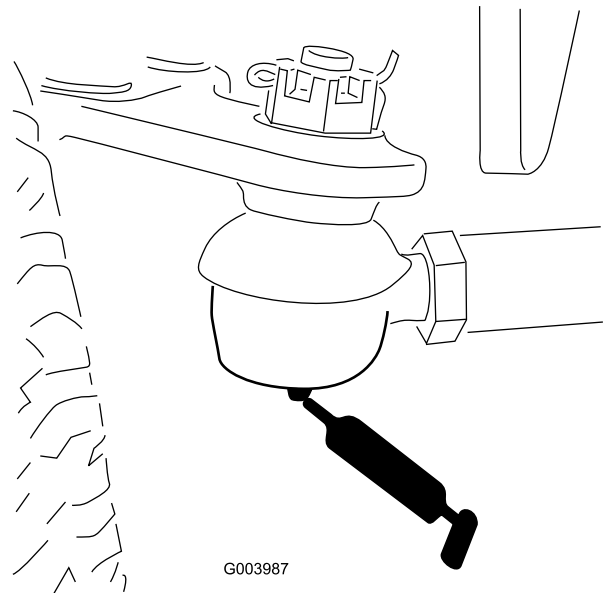

Figura 33
- Tirante del eje trasero (2) (Figura 33)